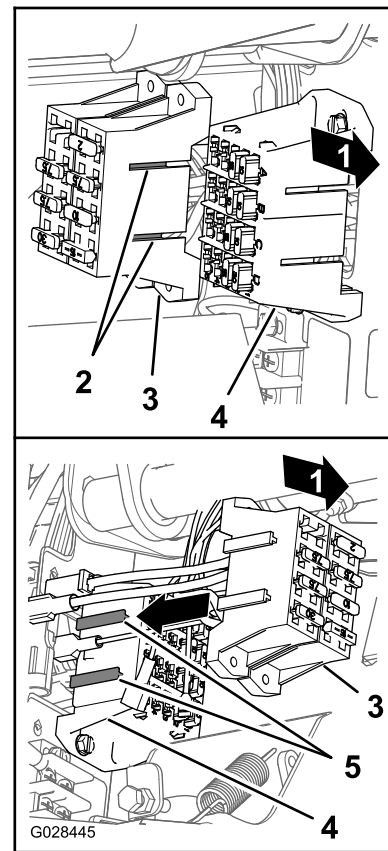

Bild 26
4. Fluchten Sie die T-Anschlussstücke am Sicherungskasten für das Sprühfahrzeug mit den T-Schlitzlöchern des Sicherungsblocks der Maschine aus und schieben Sie den Sicherungskasten des Sprühfahrzeugs in die Schlitzlöcher, bis der Sicherungskasten einrastet (Bild 26).